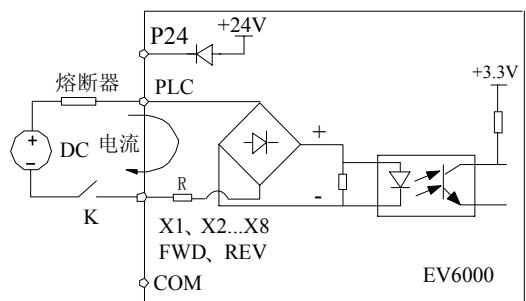

图 4-18 使用外部电源的连线方式
2) 使用外部电源 (要求电源必须满足 UL CLASS 2 标准, 并需要在电源与接口加 4A 的熔断器), 接线方式如图 4-18 (注意去除 PLC 与 P24 端子间的连接线)。